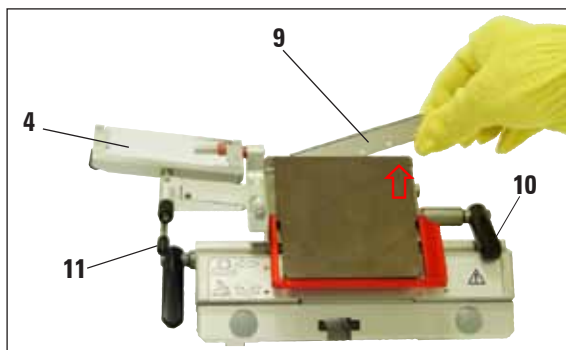

Fig. 3
1. Vik antirullningssystemet (4) åt vänster – medan du gör det ska du hålla i spaken (11) (inte antirullningssystemets justeringsskruv) så att antirullningssystemets höjd förblir oförändrad (fig. 3).
2. Öppna spännsaken (10) genom att vrida den moturs (fig. 3).
3. Sätt försiktigt i bladet (9) uppifrån eller från sidan mellan tryckplattan och insatsen för lågprofilblad. Se till att bladet hamnar centrerat och ligger jämnt på kanten (se röda pilen i fig. 3).